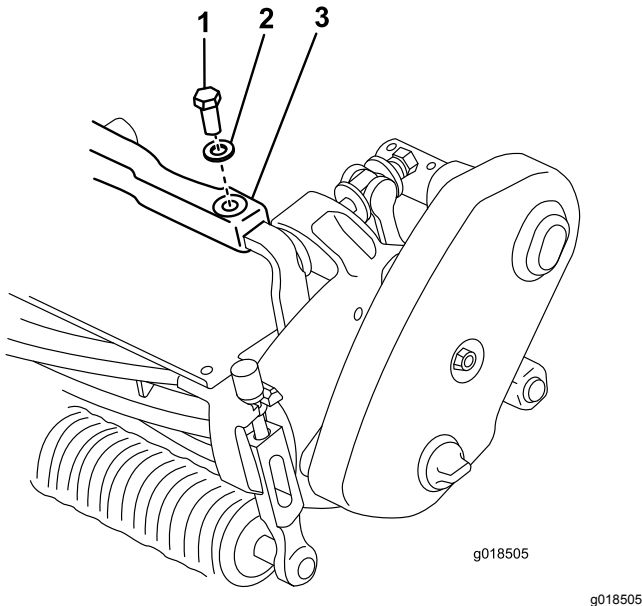

Figure 1
2. Retirez le boulon et la rondelle qui fixent l'extrémité gauche du cadre avant à la patte en haut du plateau de coupe (**Figure 1**).